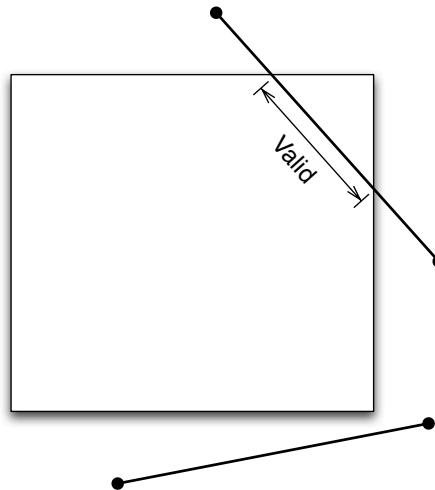

図 7.1 ラインのサンプリング指定で無効なケース
- Line グループで指定された線分は，必要なら計算対象領域内にクリッピングしてから，線分上の両端を含む分割点をモニタ点に定めます。線分が完全に計算対象領域外にある場合には，エラーメッセージを出力してソルバーの実行を停止します。このようなケースは図 7.1 に示すような場合が想定されます。